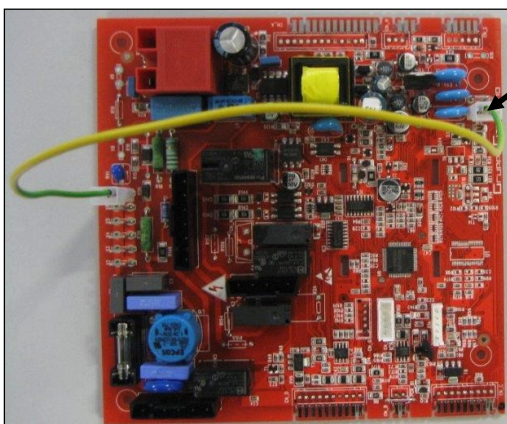

Bild1
- 1) Die Hauptplatine (Bild 1) und den Touch-Interfaceplatine (Bild 3) ersetzen;